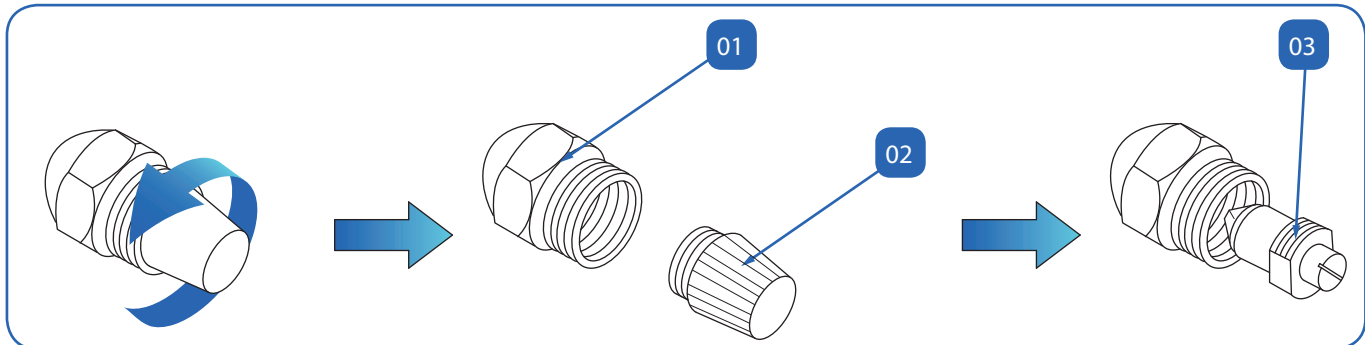

Fig. 02. Desmontar las boquillas.
- Desenroscar el filtro trasero (02 Fig.02)
- Desmontar las partes interiores de la boquilla (01 Fig. 02). En su interior lleva parte del mecanismo de pulverización (03 Fig. 02). (Utilizar un destornillador de cabeza plana para desmontar el mecanismo de pulverización). Si la cal, existente en el interior, entorpece el desmontaje del interior de la boquilla, se puede usar un poco de lubricante que ayude a desatascarlo.